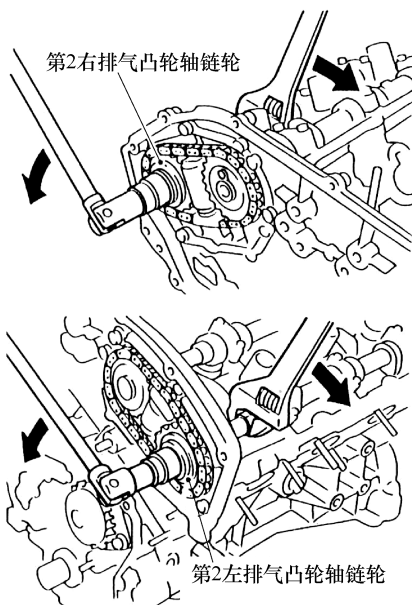

图 3-109 拆下左右排气凸轮轴链轮
9) 拆下两侧的第 2 排气凸轮轴链轮链条，如图 3-109 所示。